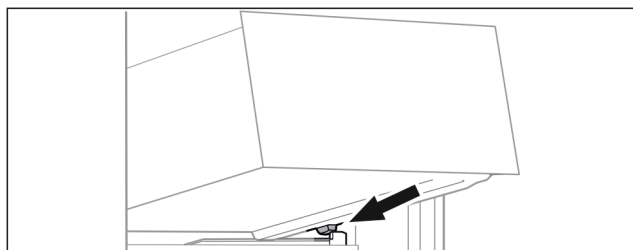

Fig. 72
- Sätt utdragslåda i vinkel på behållarens galler bakom de bakre stoppklackarna. (se Fig. 72)